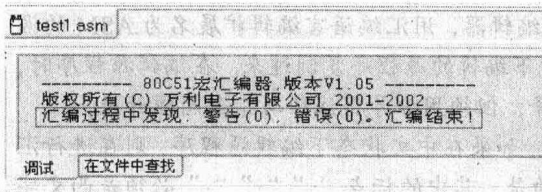

图 1.16 纠错消息窗口
② 排除错误。程序经“编译/汇编”后，在屏幕下方的消息窗口会出现纠错信息，提示是否存在错误及错误出现的位置、类型和数量等。根据信息提示对源程序的错误进行纠正，再重新进行“编译/汇编”，直至错误信息数量为“0”，如图 1.16 所示。